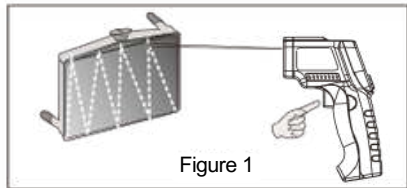

Figure 1
- Pour localiser un point chaud, orientez le thermomètre en dehors de la zone d'intérêt, puis balayez la zone avec un mouvement de haut en bas jusqu'à localiser le point chaud. (Figure 1)